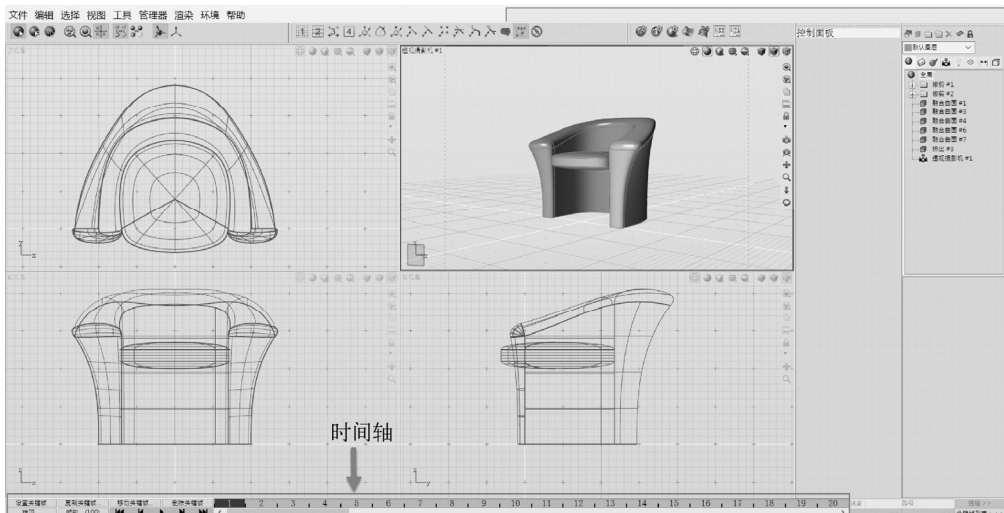

图 8-43 动画环境
4) 在菜单栏中执行“环境”→“动画”命令，将整个界面切换至动画制作环境中，如图 8-43 所示。在动画环境中，用户无法再进行任何建模编辑，但可以基于时间轴和关键帧技术制作动画。